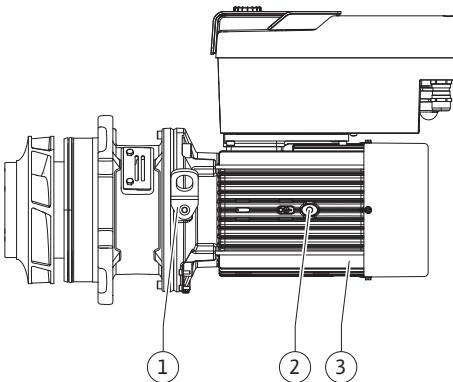

Fig. 107: Ievietojamais modulis
13. Ievietojiet ievietojamo modulu (skat. Fig. 107) sūkņa korpusā iepriekšējā vai citā vēlamajā leņķa pozīcijā. Ņemiet vērā komponentu montāžas stāvokļus (skatīt nodauļu „Pieļaujamie montāžas stāvokļi un detaļu kārtības izmaiņa pirms uzstādīšanas“ [► 24]).